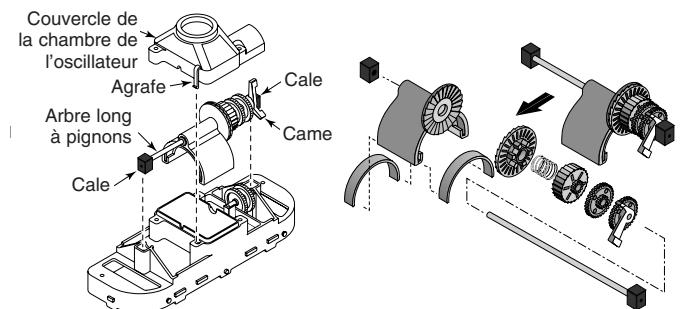
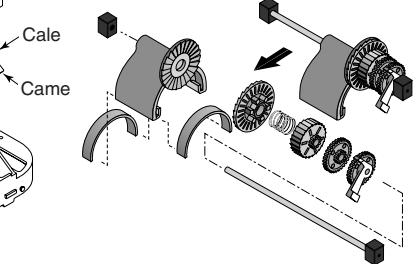

Figure 20A
Figure 20B
3. Remettre le corps inférieur à l'endroit. Dégrafer les 2 agrafes du couvercle de la chambre de l'oscillateur (Figure 20A). Le déposer.
4. Par les cames qui se trouvent à son extrémité, tirer droit vers le haut le grand arbre à pignons (Figure 20A). Immobiliser les joints de l'oscillateur et les cales sur l'arbre. La came peut gêner la tige de fixation de l'arbre. Dans ce cas, tourner légèrement l'arbre jusqu'à ce qu'il dégage l'axe. L'arbre peut maintenant être démonté (Figure 20B).
5. Sortir l'arbre long à pignons de l'oscillateur (y compris tous les pignons). Faire bien attention de ne pas perdre les joints de l'oscillateur, car ils risquent de tomber à ce point (Figure 20B).